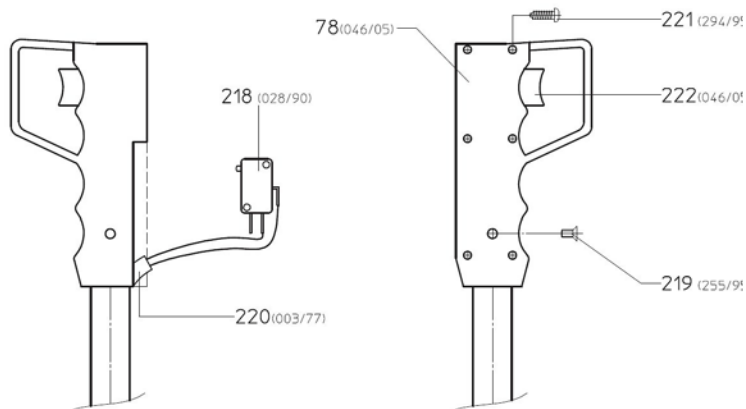

Fig. 8: Montage de la poignée de commande
2. Pour le montage de la poignée de commande, branchez les attaches du câble 220 au microrupteur 218, et insérez le microrupteur dans la moitié gauche de la poignée (Fig. 8).